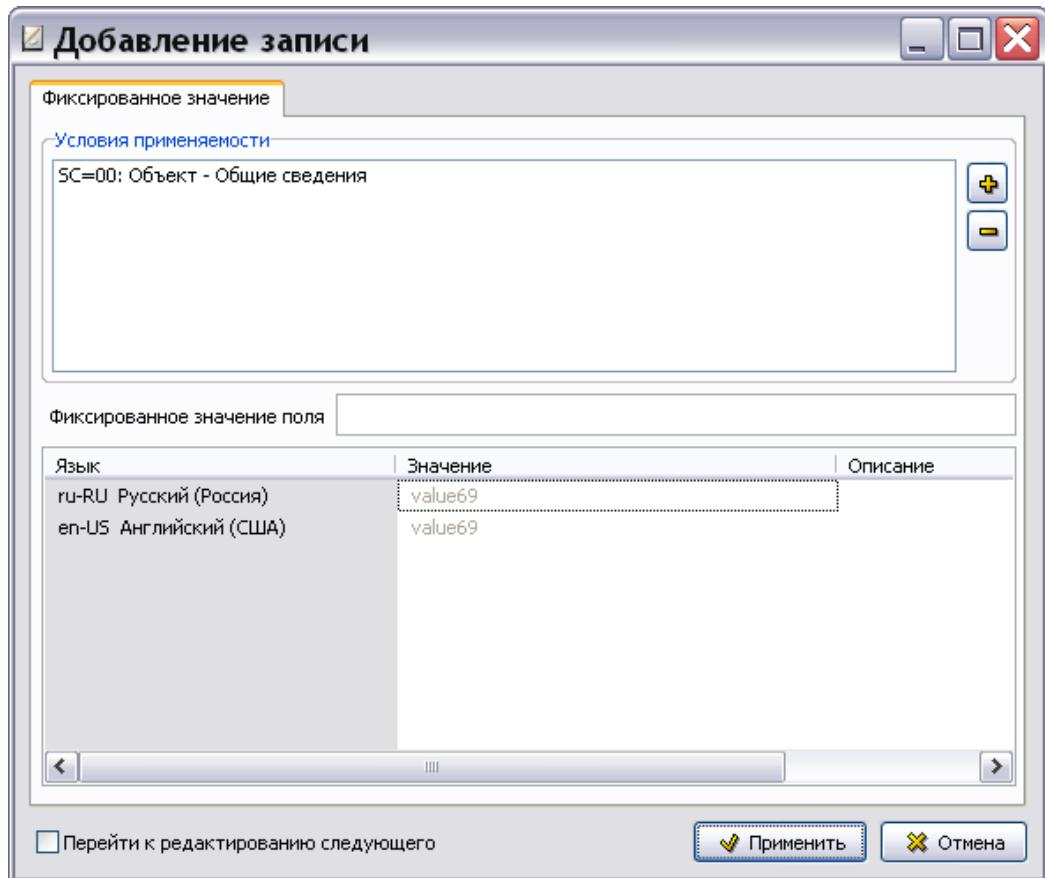

Рис. 2.27
6. Нажмите на кнопку . После этого произойдет возврат в окно **Добавление записи** для фиксированного значения, и в окошке раздела **Условия применяемости** появится назначенное нами условие (Рис. 2.27) .